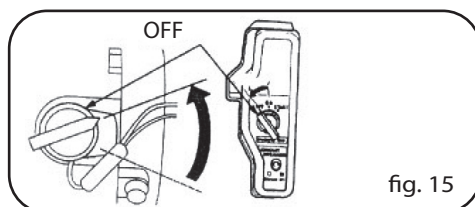

fig. 15
1. Colocar o interruptor do motor na posição "OFF" (Fig. 15).